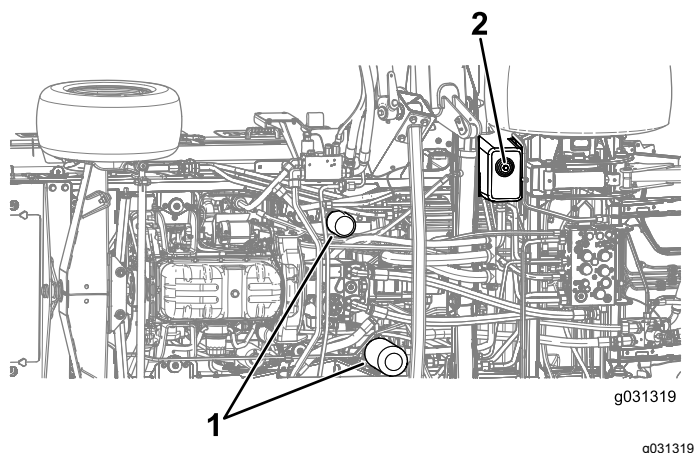

Figura 132
4. Retire o tampão de drenagem de baixo do depósito e deixe o fluido hidráulico escorrer para o recipiente (Figura 132).
3. Coloque um recipiente de escoamento debaixo do filtro e retire o filtro (Figura 132).